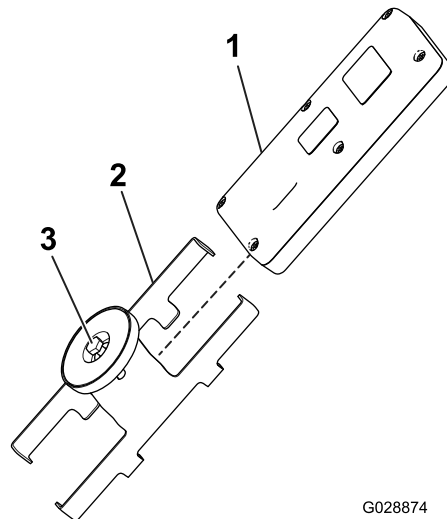

Рисунок 30
1. Ослабьте болт в магните на магнитном кронштейне пульта дистанционного управления (Рисунок 30).
2. Раздвиньте половины корпуса кронштейна и демонтируйте пульт дистанционного управления (Рисунок 30).
- Установите ручной пульт дистанционного управления в магнитный кронштейн пульта, соедините половины корпуса для закрепления пульта и затяните болт в магните (Рисунок 30).